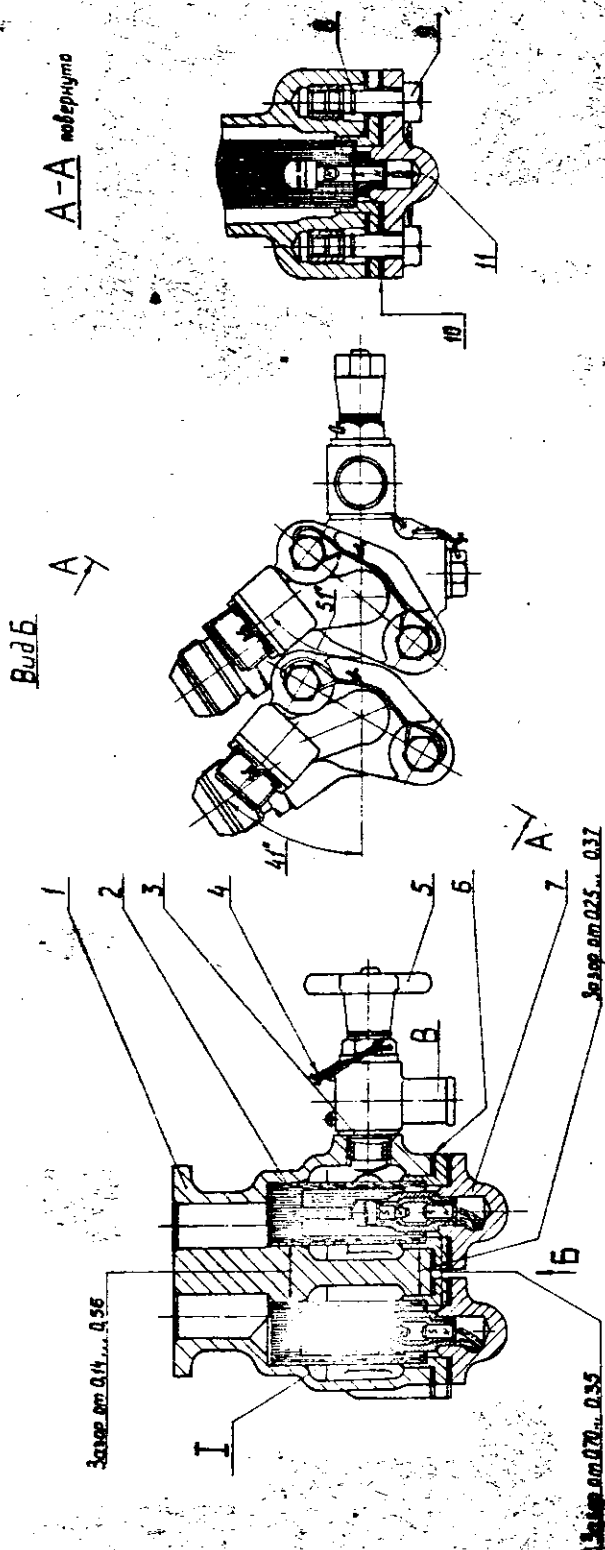

Рис.30. К замене корпуса масляных фильтров заднего подшипника компрессора и подшипника турбины.
2. Выверните четыре винта 9 крепления двух фильтров к корпусу камеры сгорания (рис.30).